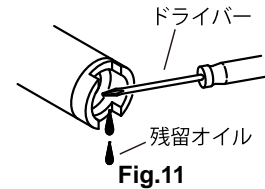

Fig.11
- 4) ポンプ内のオイルを抜いてください。フートバルブの穴にマイナスドライバーを差し込み、残留するオイルを出してください。(Fig.11)